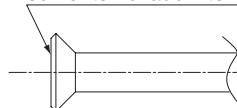

Fig. 5
- **Aplique óleo éter ou óleo de éster somente no lado interno da conexão côncica** e aperte a porca cônica com três ou quatro voltas, primeiro com as mãos no momento de conectar a porca cônica. (Consulte a Fig. 5)